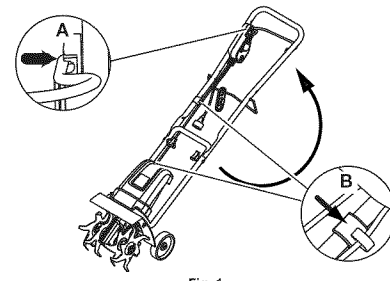

Fig. 1
2. Con la unidad en posición vertical, gire el manubrio hacia arriba hasta la posición de operación (Fig. 1).
4. Verifique que el asa esté montada en el conjunto del interruptor (Fig. 1, A).
5. Fije el cable del interruptor al retenedores de cable en la parte superior e inferior barras (Fig. 1, B).